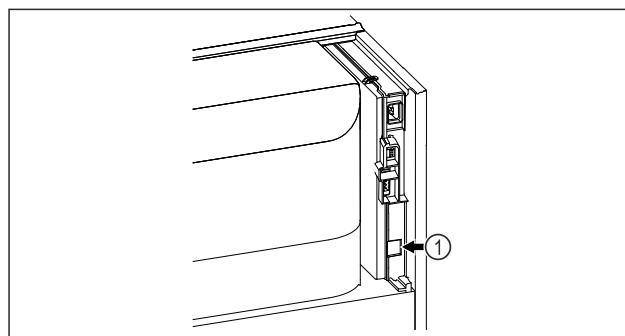

Fig. 81
- Je používán SmartModule Fig. 81 (1).